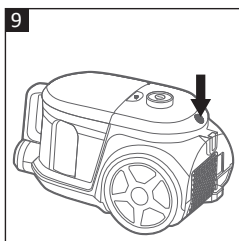

Рис. 9
3. Утримуючи вилку, іншою рукою натисніть кнопку змотування шнура (14), щоб автоматично змотати шнур (рис. 9). Направляйте шнур рукою, щоб уникнути ударів вилкою та шнуром під час змотування.
4. Для транспортування пилососа підійміть ручку для перенесення (14).